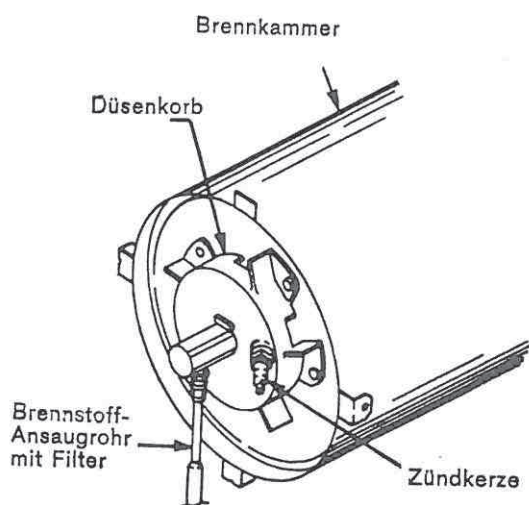

Bild 3
2. Drehen Sie die Zündkerze heraus und messen Sie den Abstand (Bild 3). Er soll 1 bis 1,5 mm betragen.